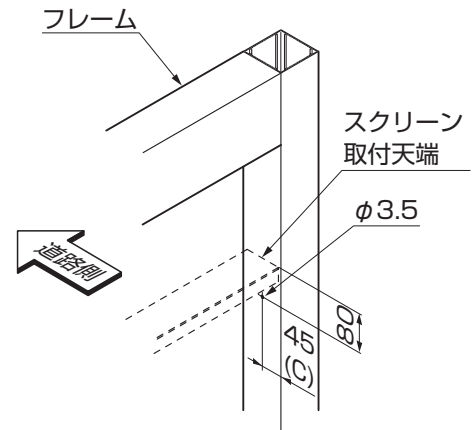

図4-5 柱の任意の位置に取付ける場合
- スクリーンを柱の任意の位置に取付ける場合は、仮止め用の穴をあけてください。(図4-5参照)